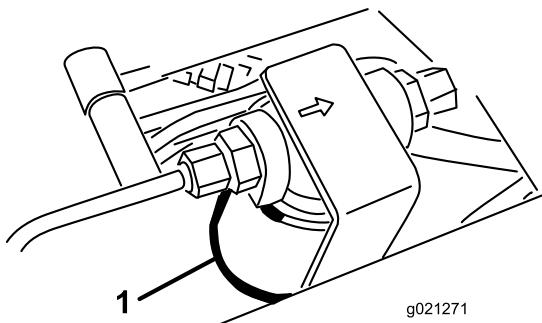
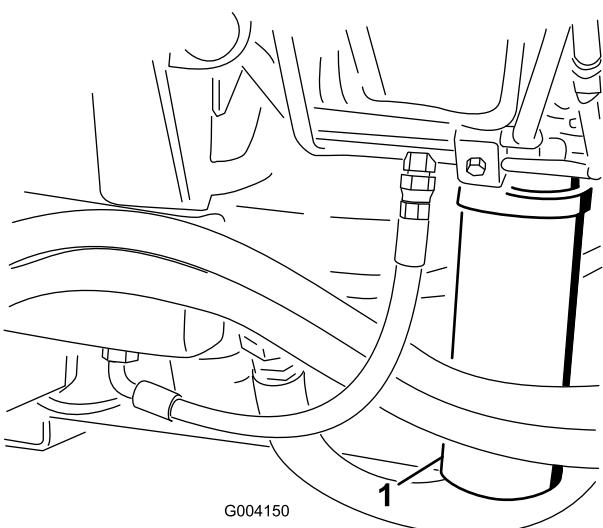

Рисунок 88
Рисунок 89
2. Очистите область вокруг места крепления фильтра и установите сливной поддон под фильтр (Рисунок 88) и (Рисунок 89).